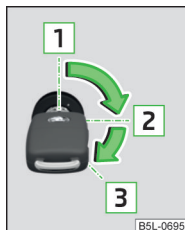

Рис. 117
Положення автомобільного ключа в замку запалювання » Рис. 117
- Вставте ключ та поверніть його в положення **3** » Рис. 117 на стор. 99, відбувається процес запуску. Відпустіть ключ, двигун запускається автоматично.
- Поверніть поворотний регулятор в положення **1** » Рис. 117 на стор. 99.